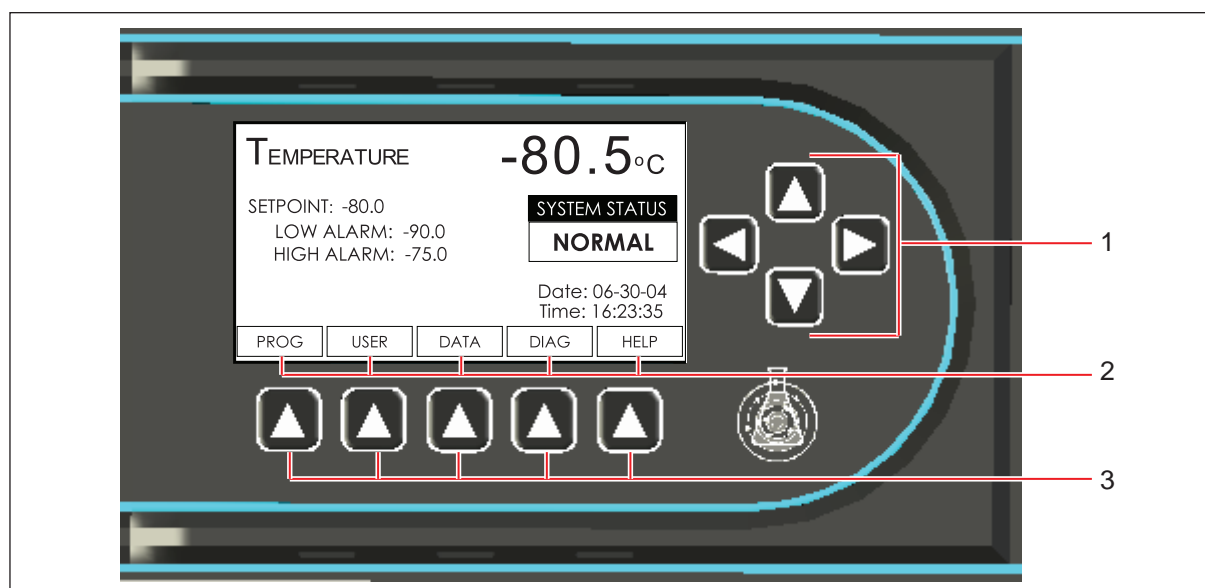

Fig. 5-1: Comandi
Tutti i valori richiesti e le opzioni modificabili possono essere controllati tramite il touchpad del display (vedi Fig. 5-1 a pag. 21). Quattro pulsanti di direzione consentono di selezionare o modificare le opzioni mentre con i pulsanti di menu è possibile accedere a funzioni specifiche elencate in fondo allo schermo.
2. Utilizzare i tasti freccia ▲ e ▼ (vedi Fig. 5-1 a pag. 21) per selezionare il valore di riferimento che si desidera regolare.